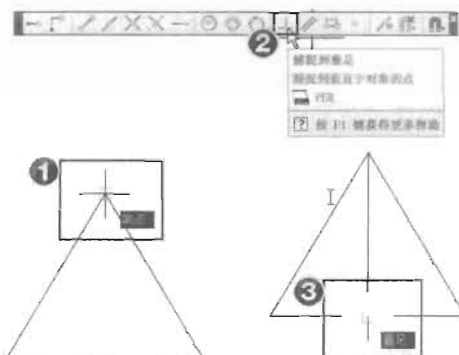

图 2-65
(4) 鼠标左键单击“正交模式”按钮, 关闭正交模式。
(5) 执行“绘图>直线”菜单命令。
(6) 首先根据命令提示捕捉三角形的顶点; 然后移动鼠标至“对象捕捉”工具栏上并单击“捕捉到垂足”按钮, 启用该捕捉方式; 接着根据命令提示捕捉垂足点 (如图 2-65 所示), 命令执行过程如下。